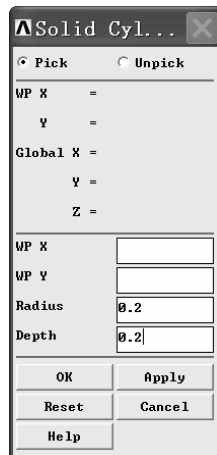
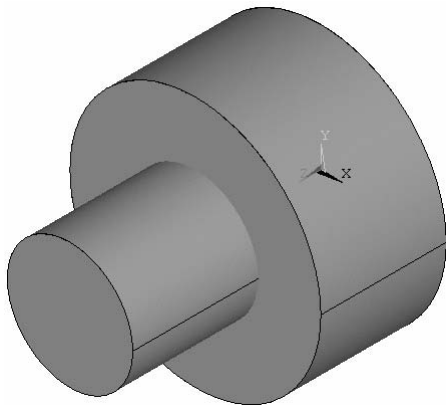

图 2-97 “Solid Cyl...”窗口(2)
图 2-98 两个圆柱体
(2) 在新弹出的“Solid Cyl...”窗口中进行如下操作(见图 2-97): 在“Radius”后输入“0.2”, 在“Depth”后输入“0.2”, 单击“OK”按钮, 生成另一个圆柱体(见图 2-98)。